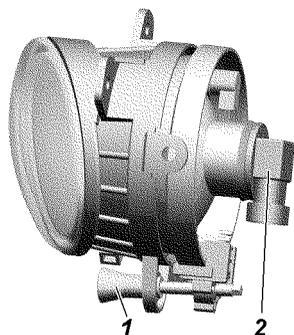

Рис. 9.34. Противотуманная фара: 1 -регулируочный винт; 2 -колодка жгута проводов
**Противотуманные фары.** Регулировка противотуманных фар осуществляется винтом 1 ( рис. 9.34) при помощи ключа S=5 или Torx T20. Установите фару в положение, при котором светотеневая граница совпадает с линией 1 (рис. 9.35).
Для замены ламп противотуманных фар отсоедините колодку жгута проводов 2 ( рис. 9.34) от лампы, поверните против часовой стрелки и выньте лампу.